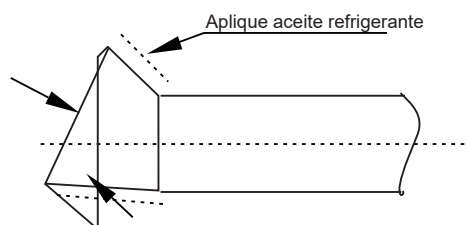

Figura 19
- Antes de instalar la tapa del soporte en el soporte de la tubería, aplique un poco de aceite refrigerante en el soporte (tanto dentro como fuera) y, a continuación, gírelo tres o cuatro veces antes de ajustar la tapa. Vea la Figura 19.